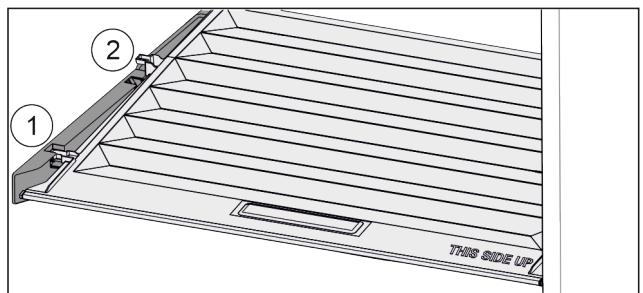

Fig. 99
- Deckel bis zur Öffnung in den Halteteilen nach vorne ziehen Fig. 99 (1).
- Hinten von unten anheben und nach oben wegnehmen Fig. 99 (2).